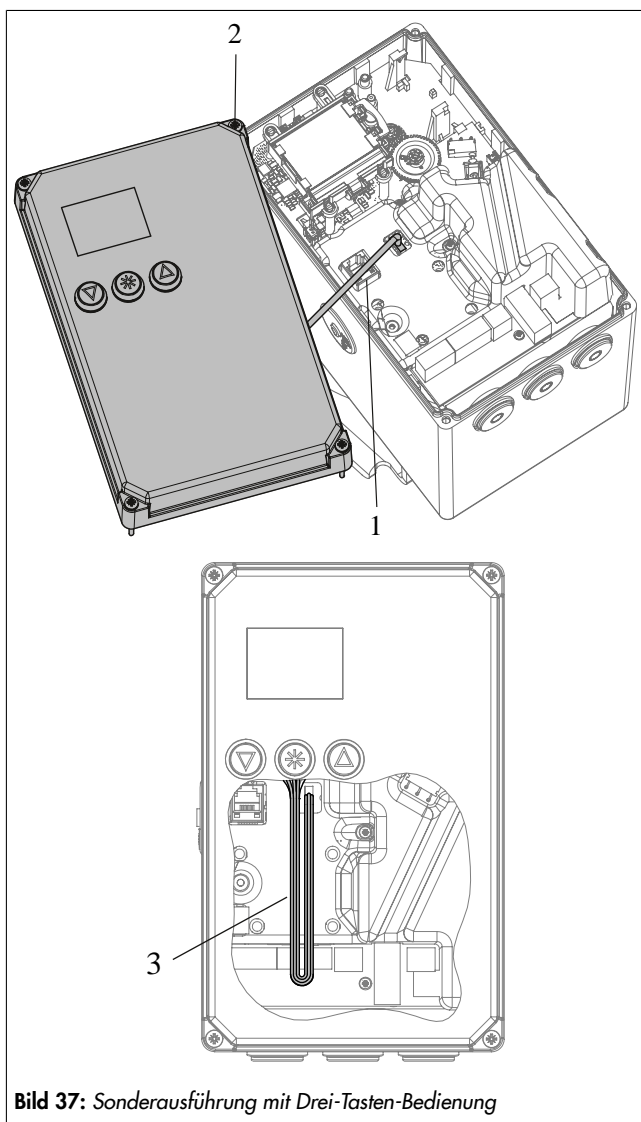

Bild 37: Sonderausführung mit Drei-Tasten-Bedienung
- ⇒ Gehäusedeckel während der Ausführung der Arbeiten entsprechend am Antriebsgehäuse befestigen (vgl. Bild 37).
⇒ Vgl. Bild 37.
- ⇒ Darauf achten, dass die Anschlussleitungen (1) des Gehäusedeckels nicht auf Zug belastet werden.
2. Gehäusedeckel in die Position nach Bild 37 bringen.
3. Deckel aufsetzen, Schraube (2) durch kurzes Linksdrehen zentrieren und leicht festziehen.
5. Schraube (2) lösen, Gehäusedeckel dabei so halten, dass die Anschlussleitungen (1) des Gehäusedeckels nicht auf Zug belastet werden.
6. Gehäusedeckel auf das Gehäuse setzen und die Anschlussleitungen wie in Bild 37 dargestellt im Gehäuse unterbringen.